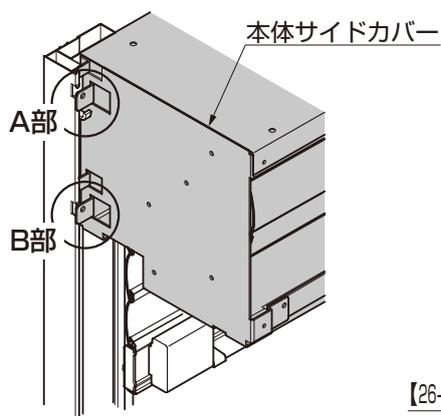

図5-2 A部詳細図
- ③本体サイドカバーの引っ掛け部(※1)が本体固定金具に当たるまで押込んでください。(図5-2参照)
- ④本体サイドカバーの取付金具を、本体固定金具の引っ掛け部(※1)に掛けてください。